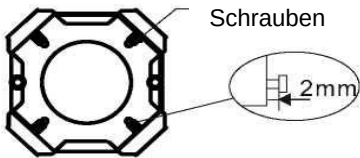

Abb.8
- 3. Stellen Sie die vier Schrauben an der Halterung so ein, dass sie 2 mm herausragen, wie in Abb. 8 gezeigt.